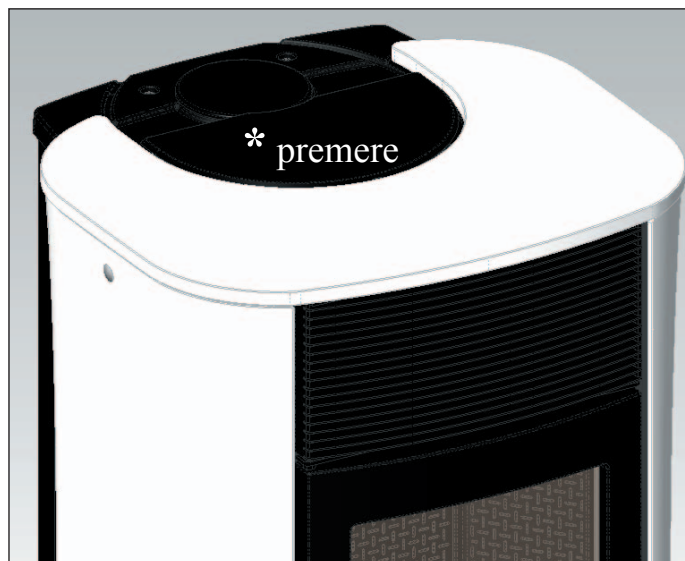

fig. 1
- Appliquer l'étrier de fixation garde-main (A - fig. 1) avec les vis 4.2x6,5 en dotation sur les deux fermetures en tôle (A1 - fig. 1) dans les trous prévus.